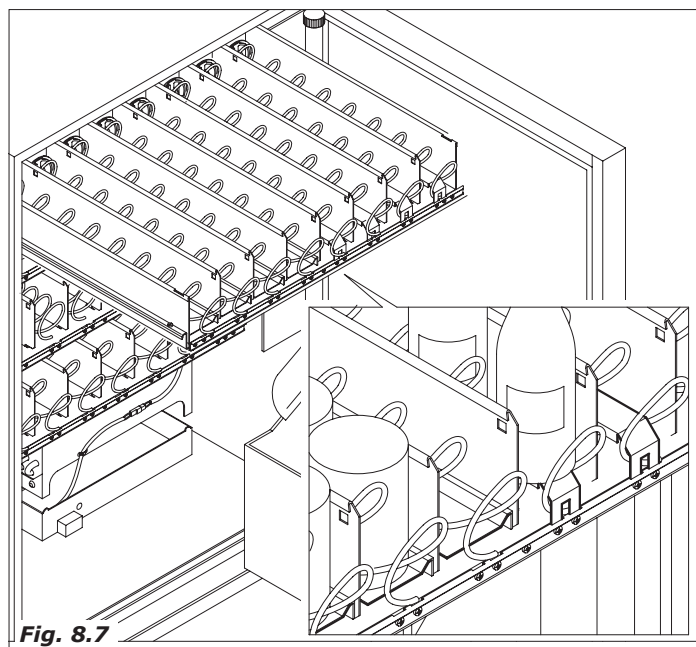

Fig. 8.7
- ou suportes (ver fig. 8.7) para facilitar o deslizamento dos produtos.